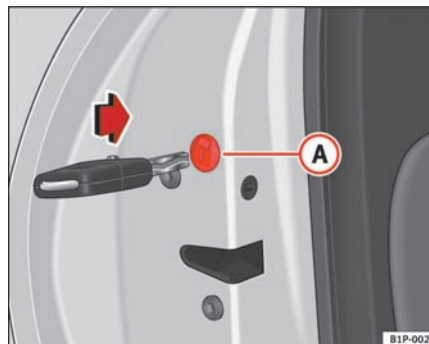

Fig. 58 Nødlåsning af døre
Åbn døren, og tag afdækningen (A) ⇒ side 91, fig. 58 med låsesymbolet af. Derefter kan du se en rund del, der kan drejes, og som har en slids i midten. Sæt bilnøglen i slidsen, og drej delen mod uret, hvis døren er i højre side, og med uret, hvis døren er i venstre side.